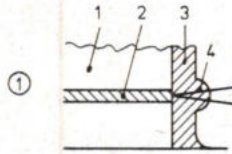

Fig. 1. Laser en lens.
B. J. Fitzpatrick en P. M. Asbeck van de Philips Laboratories van N.A.P.C. hebben nu een elegante methode ontwikkeld waarbij de laser zelf de gewenste lens tot stand brengt. Hun procédé verloopt als volgt. Op het laservlak waar de bundel zal uit treden, wordt een enkele microns dik laagje aangebracht van een negatieve fotolak die bij belichting uithardt. Deze laag wordt vervolgens met ultraviolet licht bestraald en hardt dan uit. Een tweede laag lak wordt aangebracht en de laser wordt in werking gesteld. Na enkele uren belichten met het laserlicht wordt deze tweede laag op de gebruikelijke wijze ontwikkeld. Daarbij worden de niet door laserlicht bestraalde delen verwijderd en er resteert, zoals fig. 1 laat zien, een lensje op de plaats waar het licht uit de laser treedt. Fig. 2 toont het effect van de behandeling: de bundeldivergentie is tot ongeveer de helft gereduceerd, terwijl het totaal uitgestraalde vermogen ongewijzigd blijft.